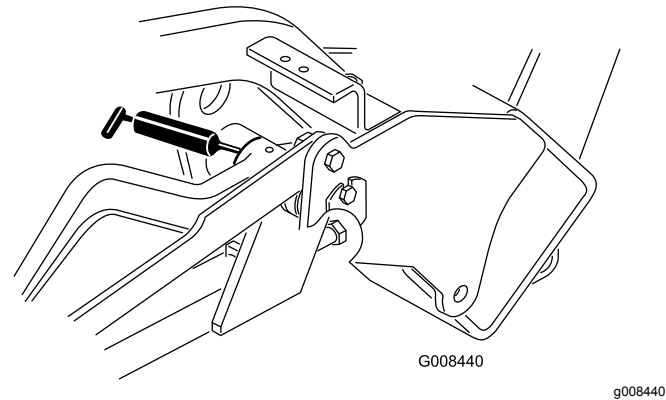

Figura 30
- Brazos de elevación (3) (Figura 30)